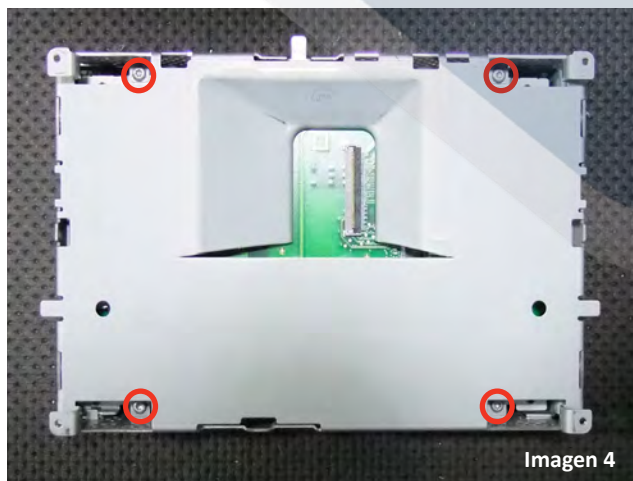
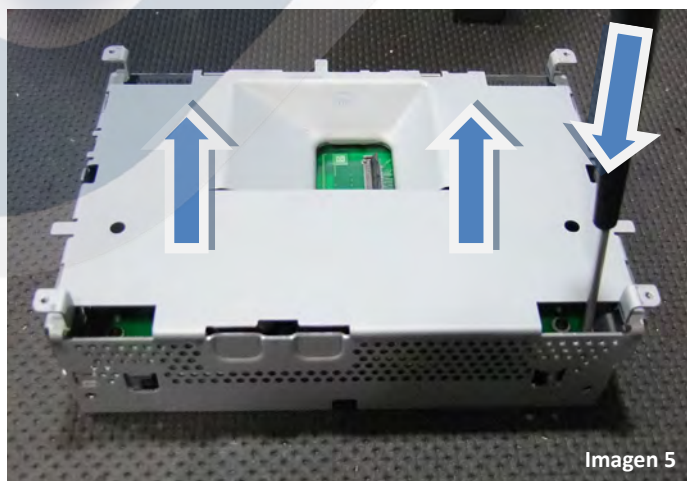

Imagen 4
Imagen 5
3) Extraer los 4 tornillos (Torx 8) de la carcasa que incluye el monitor (imagen 4). Presione ligeramente (utilizando el utillaje indicado) en los emplazamientos indicados en la imagen (imagen 5) a la vez que se extrae la carcasa hacia arriba, extrayendo de este modo el propio monitor.